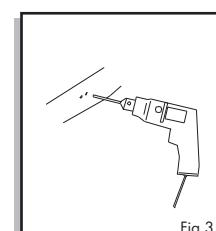

Fig 3
3. Using the drill bit, carefully drill the four holes. TIP: INSTALL ONE POST, THEN ASSEMBLE SLIDE BAR CONFIRM HOLE POSITION OF SECOND POST BEFORE DRILLING(Fig 3).
ENSAMBLE LA BARRA Y CONFIRME LA POSICIÓN DEL SEGUNDO MONTANTE ANTES DE TALADRAR(Fig 3).
3. À l'aide d'un foret, percer délicatement les quatre trous. CONSEIL : INSTALLER UN POTEAU, PUIS ASSEMBLER LA BARRE DE MONTAGE. VÉRIFIER LA POSITION DU TROU DU SECONDE POTEAU AVANT DE PERCER(Fig 3).